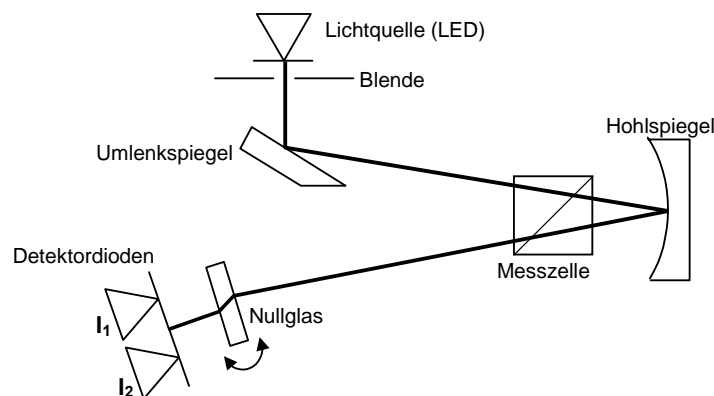

Abb. 1 Strahlengang im WellChrom RI-Detektor
Im Strahlengang des RI-Detektors, siehe Abb. 1, tritt ein Lichtstrahl zweimal durch die Proben- und Referenzzelle. Wenn in beiden Zellen reines Lösungsmittel ist, wird mit einer planparallelen Nullglasplatte hinter der Messzelle sichergestellt, dass die gemessene Lichtintensität auf den benachbart angeordneten Detektordioden 1 und 2 annähernd gleich ist. Bei Eintritt einer Flüssigkeit mit einem abweichenden Refraktionsindex in die Probenzelle, wird der Lichtstrahl geometrisch proportional zur relativen Änderung des Refraktionsindex (gemäß dem Snellius'schen Brechungsgesetz) abgelenkt.
Der Messstrahl trifft auf die zwei nebeneinander angeordneten Detektordioden 1 und 2, siehe Abb. 1 auf Seite 23, die während der Messung, je nach Ablenkung des Messstrahles, die Intensitätswerte I_1 und I_2 ausgeben. Die Werte der Differenz $I_1 - I_2$ und der Summe $I_1 + I_2$ werden fortlaufend berechnet und im Menü SIGNAL angezeigt.
- Kurzes Drücken im Menü SIGNAL aktiviert die Gerätefunktion „Autozero“, die das Messsignal und den Integrator-Ausgang auf Null setzt. Dies erfolgt durch geeignete Wahl einer neuen Konstanten a gemäß Formel (1) auf Seite 24.
- Längeres Drücken von >3 s im Menü SIGNAL aktiviert eine Neupositionierung des Nullglases (Abb. 1 auf Seite 23). Während einer Nullglaspositionierung wird die Meldung **zeroplate moving** angezeigt.